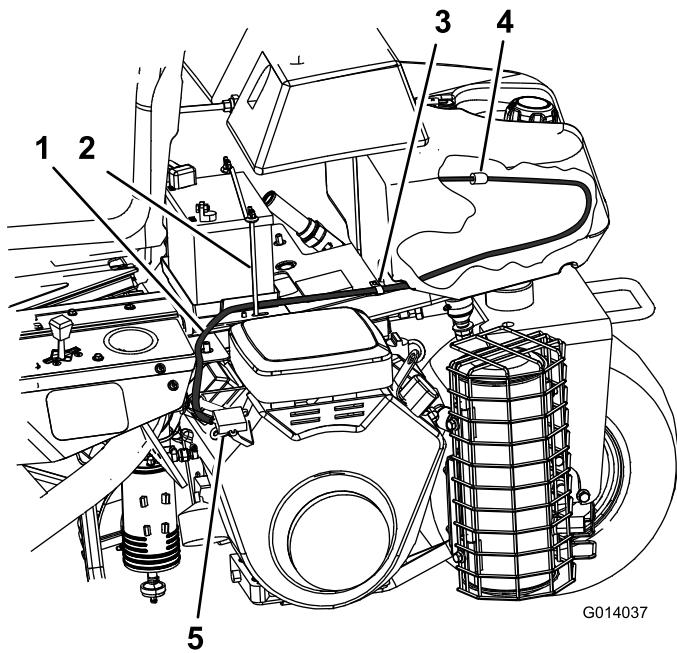

図 5
16. 燃料ポンプから長いホースとクランプを外す（図 5）。
18. 新しい長いホースを燃料ポンプからバッテリー押さえクランプの後ろを通し、R クランプを通して、燃料フィルタへ配設する（図 5）。
20. 新しい長いホースを燃料ポンプに取り付ける（古いホースを外した場所；ポンプに IN とマーキングされている）（図 5）。